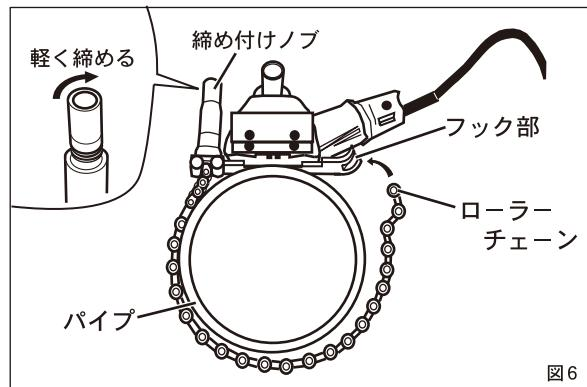

図6
溝切機の取付け（図6～8）
- ①締付けノブを反時計方向に止まるまで回してください。
- ②溝切機のガイドブロックをガイドリングにはめ込み、（GXグルーバー取扱説明書P.10-図19参照）ローラーチェーンをパイプに抱き付かせてから、フック部にローラーを掛けてください。（図6）
- ③締付けノブを回してローラーチェーンのたるみを取り、ローラーチェーンが外れないようにしてください。